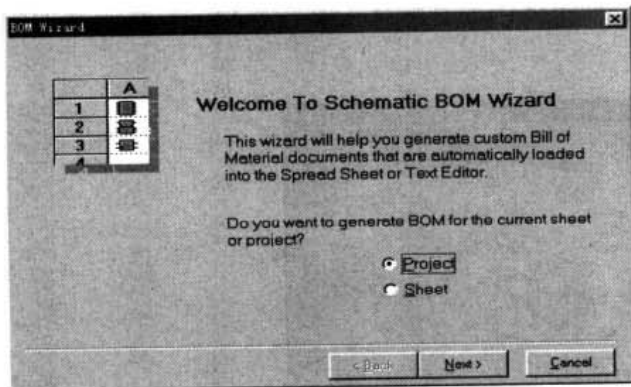

图 7-11 BOM Wizard 对话框之一
- (1) 打开准备生成元件清单的项目文件或电路图。
- (2) 执行菜单命令 Report|Bill of Material, 将出现如图 7-11 所示的生成 BOM Wizard 对话框。这个对话框含有两个单选按钮: Project 和 Sheet, 二者选其一。如果要生成整个项目的元件清单, 选择 Project 项; 如果只生成当前电路图的元件清单, 则选择 Sheet 项。